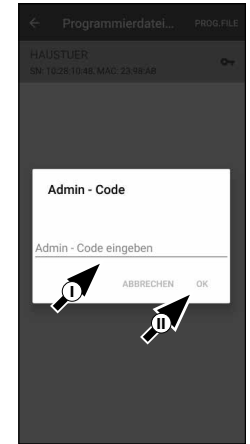

Abb. 89
- ⑦ Tippen Sie im Anschluss oben rechts auf „PROG.FILE“ (II) (Abb. 89).
- ⑧ Im Folgenden werden Sie aufgefordert, Ihren Admincode einzutippen (I) und mit „OK“ zu bestätigen (II) (Abb. 89).